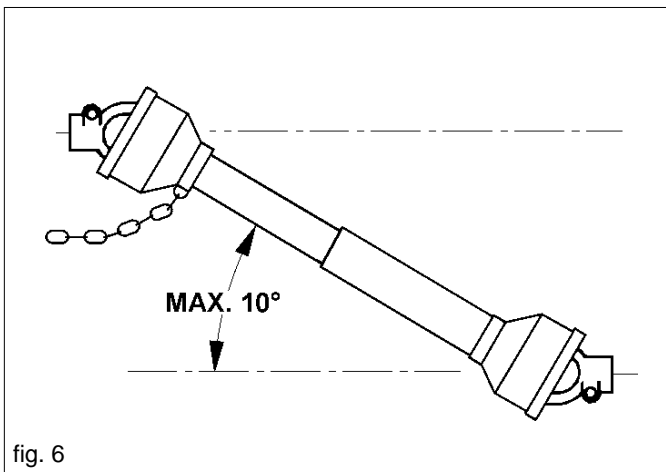

fig. 6
- 49) Die Zapfwelle immer ausschalten, wenn die Kardanwelle einen zu großen Winkel einnimmt (nie über 10 Grad – Abb. 6) und wenn sie nicht gebraucht wird.